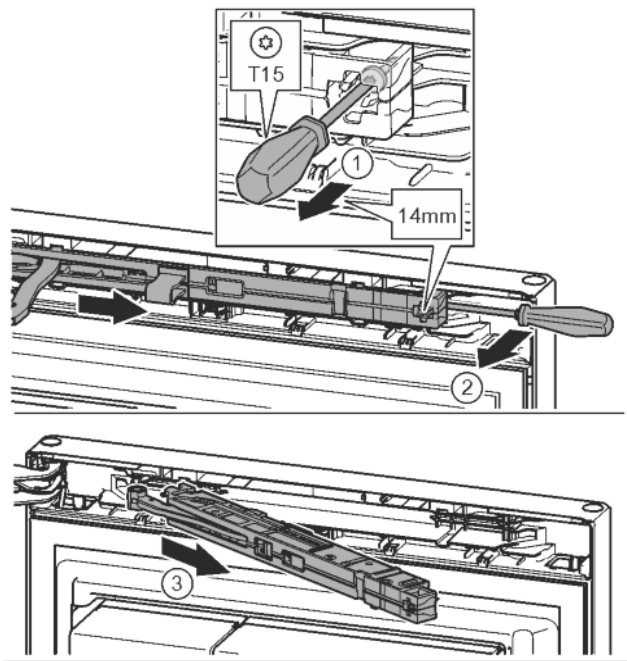

Fig. 10
- ▶ A záráscsillapító egységnél T15 csavarhúzóval kb. 14 mm-rel engedje ki a csavart. Fig. 10 (1)
- ▶ Egy csavarhúzóval nyúljon a markolat oldaláról a záráscsillapító egység mögé, és forgassa előre. Fig. 10 (2)
- ▶ Húzza ki a záráscsillapító egységet. Fig. 10 (3)